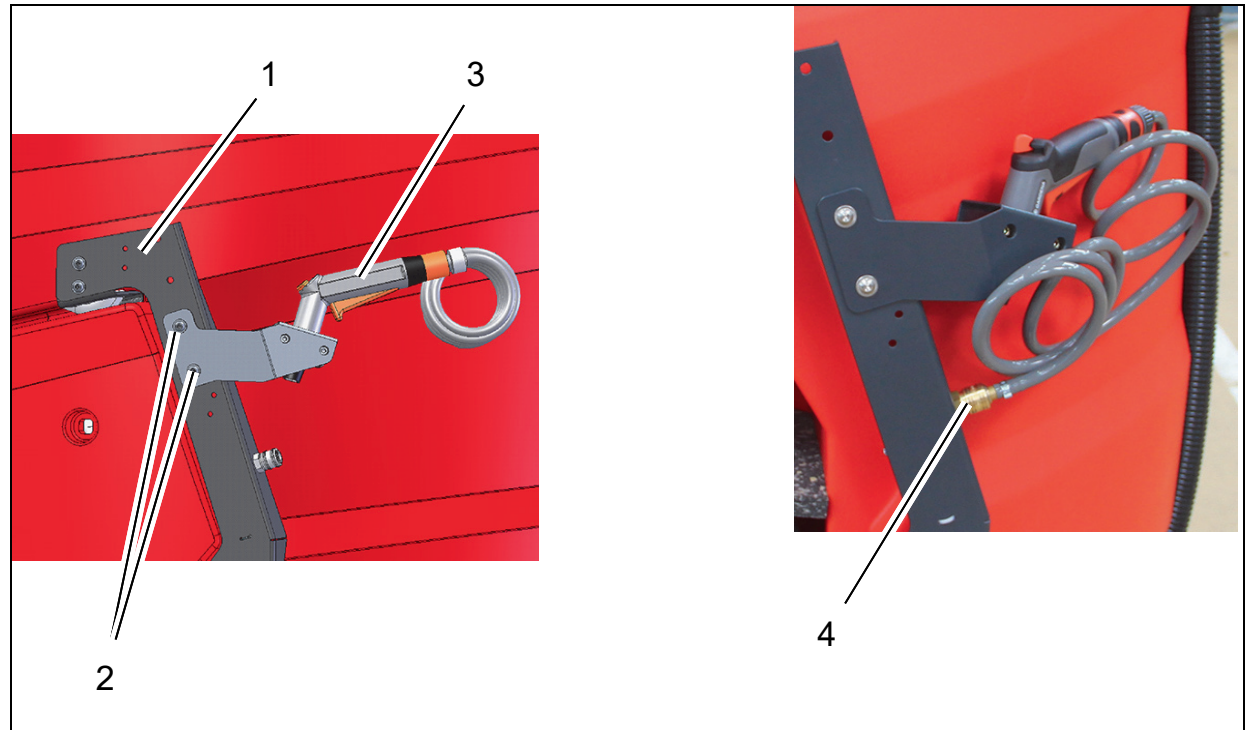

Abb. 2
1. Halterung (Abb. 2/1) mit den Linsenflanschschrauben, Scheiben und Muttern (Abb. 2/2) am Toolhalter befestigen.
2. Spritzdüse (Abb. 2/3) in die Halterung stecken.
3. Schlauch der Spritzdüse mit Wasseranschluss der Maschine verbinden (Abb. 2/4).